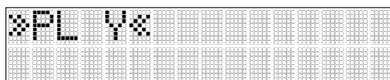

Abb. 21: PlaneLok für die Y-Achse bei horizontaler Aufstellung
6.) Horizontale Aufstellung: Drücken Sie kurz die E-Taste (j), um das PlaneLok-Untermenü zu öffnen. Wählen Sie >>PL Y<< aus, um PlaneLok für die Y-Achse zu nutzen. Mit der E-Taste (j) starten Sie den PlaneLok-Modus (vgl. Abb. 21).